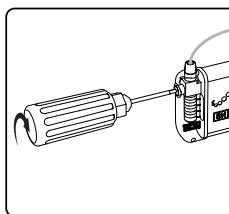

Figure 6: fixez l'électrode implantée en serrant la vis de pression dans le sens des aiguilles d'une montre sur la collerette de rétention.
5. Insérez complètement la clé dynamométrique dans le trou du bloc de connexion du neurostimulateur. Serrez la vis de calage en tournant la clé dynamométrique dans le sens des aiguilles d'une montre jusqu'à ce que vous entendiez un clic (**Figure 6**).